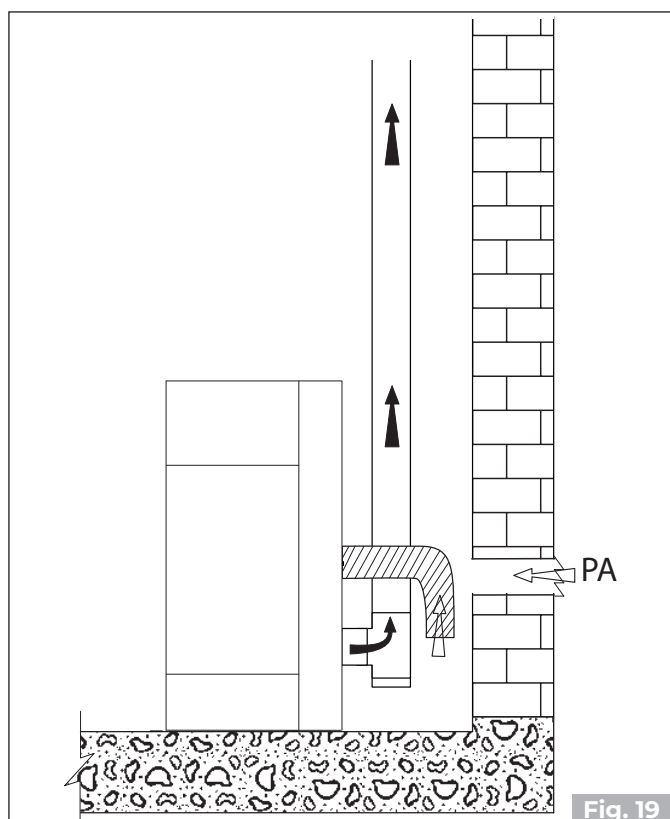

Fig. 19
- povezava dovoda zraka za zgorevanje na napravi z dovodom zunanje zraka s pomočjo namenske cevi (**Fig. 17 - Fig. 19**).